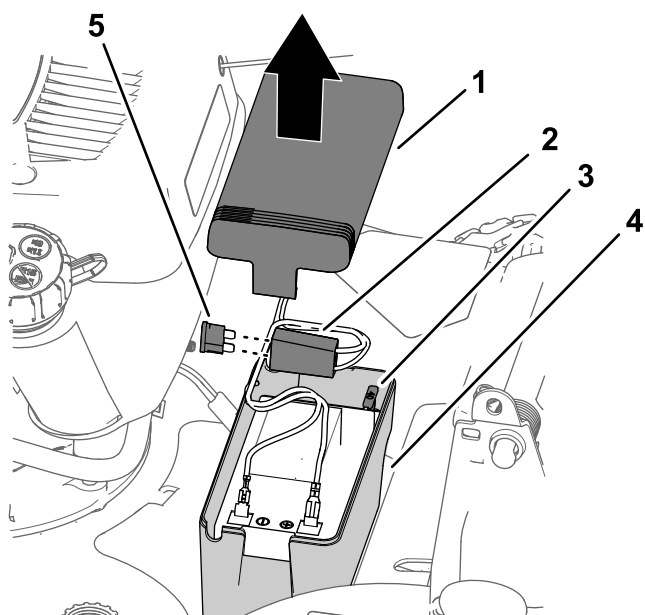

Figure 31
1. Enlevez le couvercle du logement de la batterie (Figure 31).
- Retirez la batterie et localisez le fusible (Figure 31).
- Remplacez le fusible dans le porte-fusible (Figure 31).
- Remplacez le couvercle sur le logement de la batterie (Figure 31).